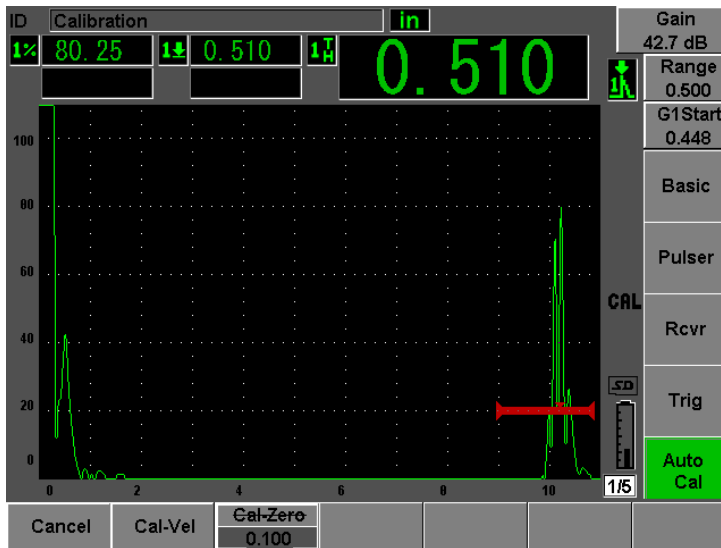

図 10-8 音速校正のためのゲート設定された信号の例
- ゲート内指示の既知の板厚値に一致するように（ここでは、0.100 インチ）値を調整します。次に、**続行**を選択して、2 番目の校正ステップへ進みます（170 ページ図 10-8 参照）。校正のこの部分で使用した厚さ値は、参照のために“**校正ゼロ：Cal-Zero**”パラメータボックスに保存されます。